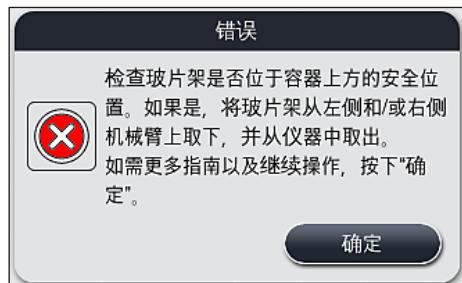
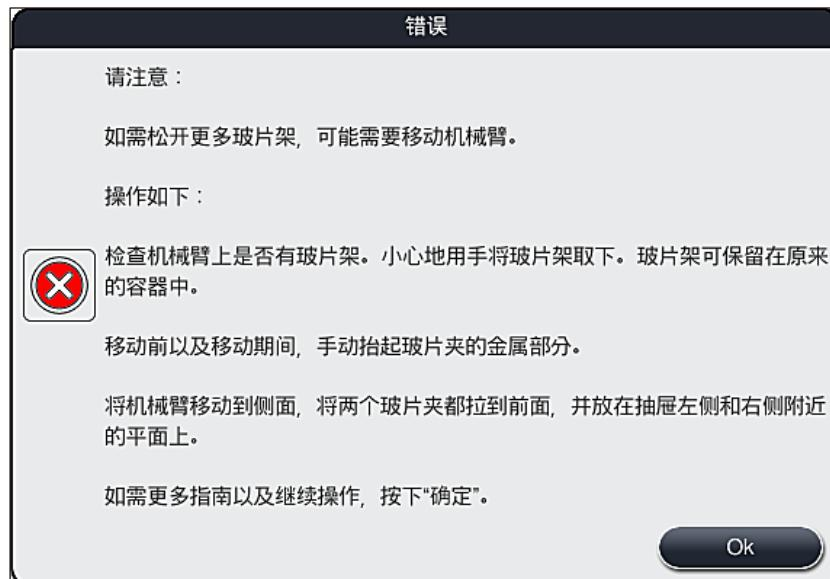

图 108
图 109
- 随后, 该消息提示用户检查 (→ “图 108”) 仪器是否已将一个或两个玻片架放入到两个试剂缸之间的安全位置 (→ “图 104”)。
- 按下 **OK** 按钮 (→ “图 108”) 后, 将显示另一条信息消息 (→ “图 109”), 为用户提供正确取出相应玻片架的步骤的说明。